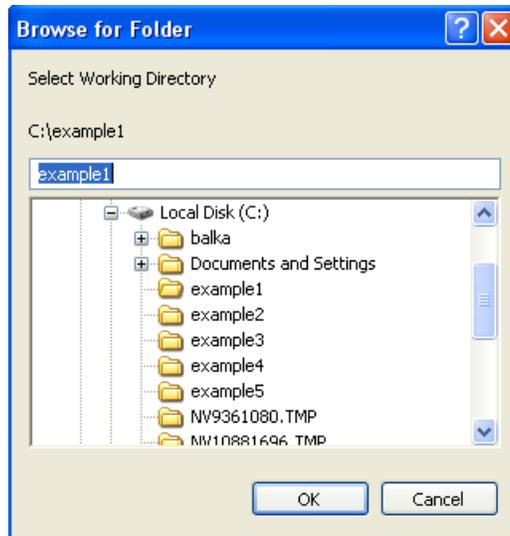

Рисунок 38. Окно *Browse for Folder*
- По умолчанию будет открыта закладка *File Management*. В поле *Working Directory* поменяйте директорию «по умолчанию» на директорию, в которой находится *k*-файл. Для этого следует нажать кнопку *Browse...* и далее с помощью окна *Browse for Folder* (Рисунок 38) выбрать указанную папку. Нажать кнопку *OK*.